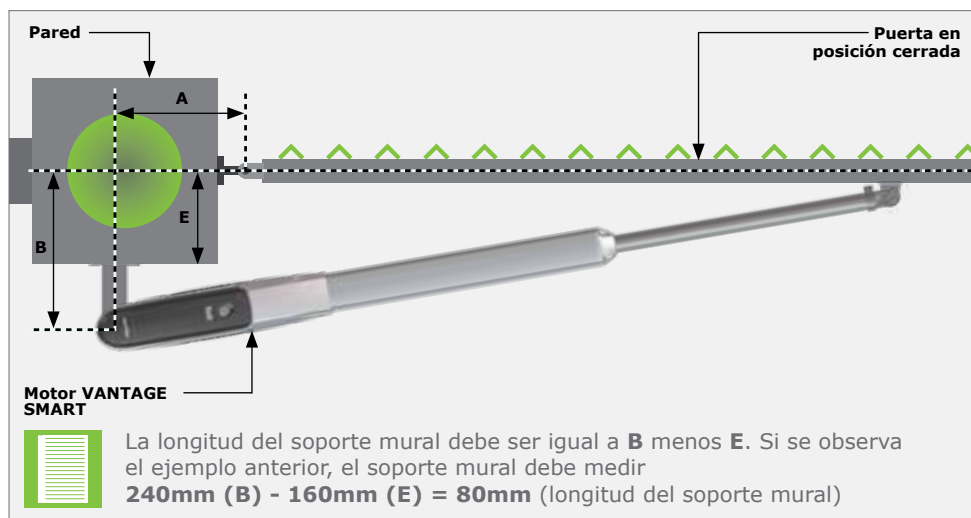

FIGURA 17. POSICIÓN DEL SOPORTE - PUERTA CON APERTURA HACIA EL INTERIOR
La Figura 17 muestra los valores correspondientes a las Tablas de Instalación de apertura hacia el interior.
1. Consulte la Figura 17 anterior.
Marque la longitud calculada requerida en el soporte de pared teniendo en cuenta el valor B y la forma del pilar según la figura 17 anterior.